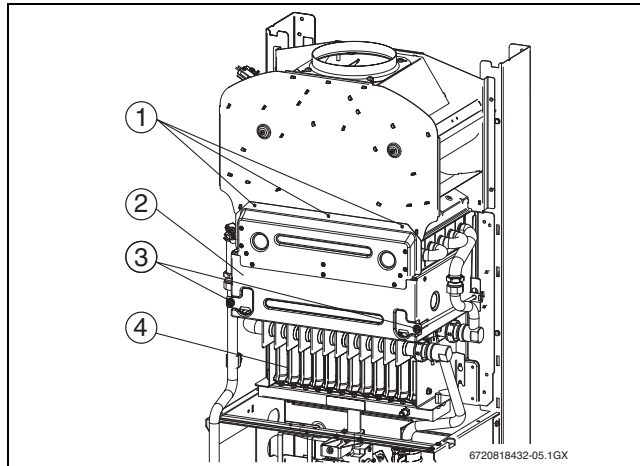

Fig. 30 Abrir quemador
- Soltar los 3 tornillos arriba [1] y los 2 tornillos abajo [3] (→ fig. 30).
- Retirar la tapa de la cámara de combustión (→ fig. 30).